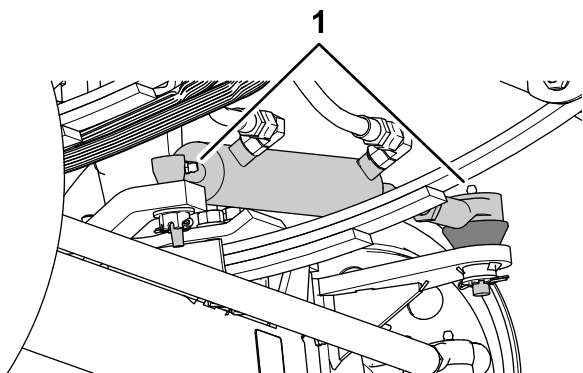
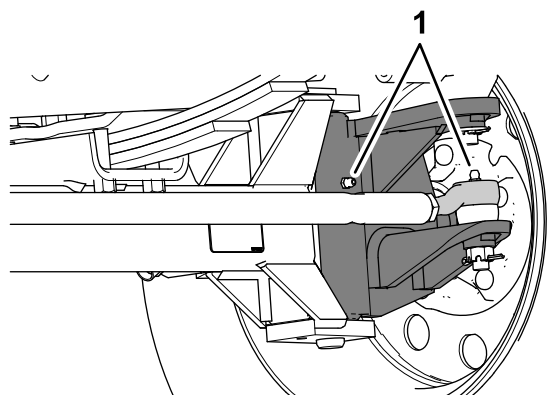

Figure 59
Figure 60
1. Essuyez les graisseurs (Figure 59 et Figure 60).
- Injectez de la graisse dans les graisseurs (Figure 59 et Figure 60).
Remarque: Les emplacements des graisseurs sont illustrés à la Figure 59.